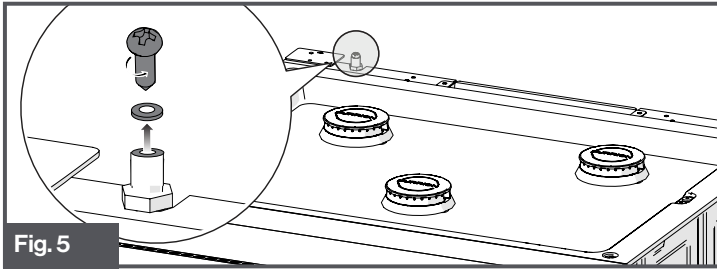

Fig. 5
4. Retire el tornillo con la junta de sellado del puerto de prueba de presión de la cocina. (Fig. 5)